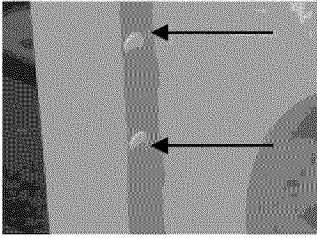

Figure 1
1. Ouvrez la porte et retirez les quatre (4) bouchons situés dans l'ouverture de la porte opposée aux charnières. À moins d'indication contraire, conservez toutes les pièces pour les réutiliser plus tard (figure 1). **Remarque** : Retirez les bouchons avec soin afin de ne pas rayer la peinture du panneau avant.